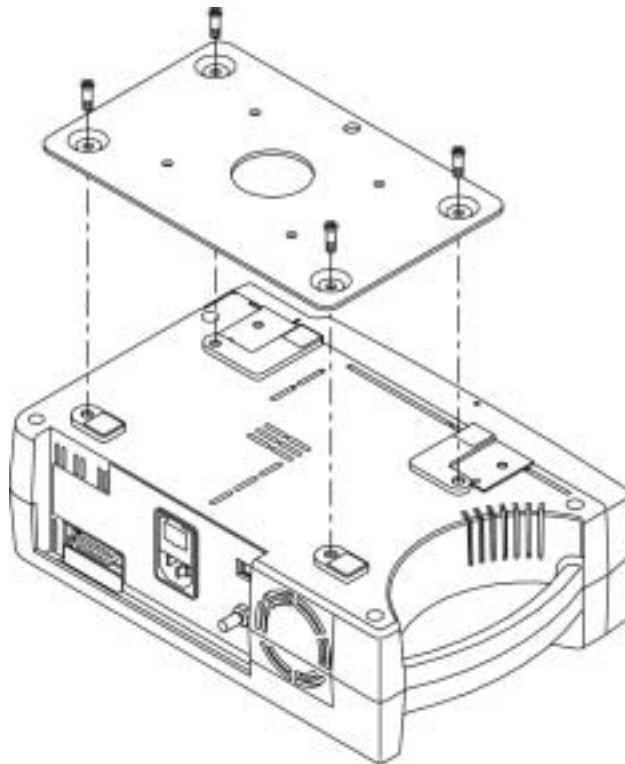

Figura 7: Placa de montaje GCX
- Placa de montaje GCX. Véase la figura 7 en la página 109.
La placa de montaje se acopla a la parte inferior del pulsioxímetro N 595, tal como indica la figura 7 en la página 109. Si desea obtener más instrucciones acerca de la fijación de la placa de montaje a las escuadras GCX, consulte las instrucciones de uso ilustradas incluidas con dicho componente.